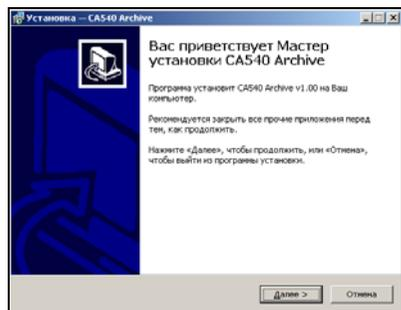

Рисунок 8.12
1) Включить ПК и начать установку программы "CA540 Archive", для чего из папки "CA540_PC", размещенной на инсталляционном диске, входящем в комплект поставки, запустить исполняемый файл setup_CA540_ARCH_xxx.exe (xxx – версия программы). На экране появится окно мастера установки CA540 PC (рисунок 8.12).